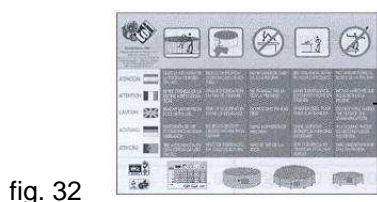

fig. 32
- Debe de colocar el adhesivo de advertencias en un lugar visible por ejemplo al lado de la escalera, fig. 32, 33.